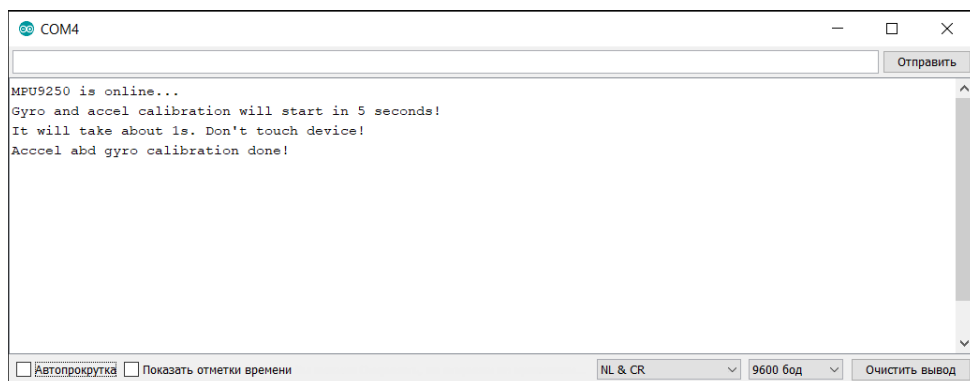

Рис. 3.5
4. Убедитесь, что выполняется калибровка акселерометра и гироскопа. В этот момент модуль должен быть неподвижным (трогать его руками нельзя), а в монитор порта выводится сообщение «Gyro and accel calibration will start in 5 seconds! It will take about 1s. Don't touch device!». Дождитесь окончания калибровки, о чем будет свидетельствовать сообщение «Accel abd gyro calibration done!» (Рис. 3.5);